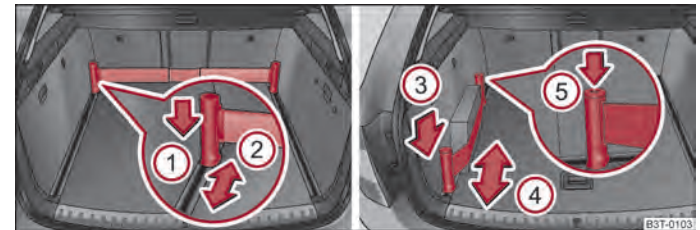

Abb. 80 Teleskopstange und Spanngurt
- Drücken Sie den oberen Teil des Halters in Pfeilrichtung ① ⇒ Abb. 80 und schieben Sie ihn gleichzeitig in die gewünschte Position, Pfeil ②.
- Drücken Sie den Halter in Pfeilrichtung ③ ⇒ Abb. 80 und schieben Sie ihn gleichzeitig in die gewünschte Position, Pfeil ④.
- Drücken Sie die Taste ⑤ auf der oberen Seite des Halters und spannen Sie den Gurt straff.
- Sie können den Spannungsgurt durch Drücken der Taste ⑤ auch vollständig aufrollen ⇒ Abb. 80.